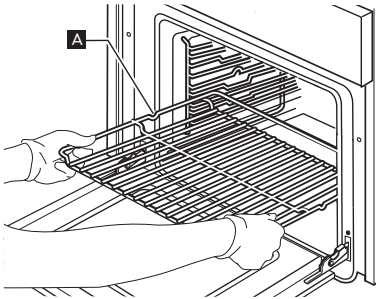

Abb. 1
- 1. Schieben Sie den Rost mit dem erhöhten Teil „A“ nach oben zeigend waagrecht ein (Abb. 1).